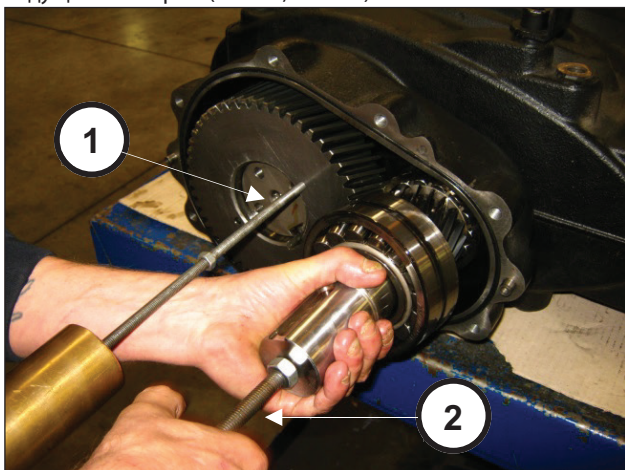

Рис. 12
Чтобы снять узел ведущей и ведомой шестерни, необходимо применить ударные массы к 2 отверстиям М8 ведомой шестерни (поз. ①, Рис. 12) и к отверстию М14 ведущей шестерни (поз. ②, Рис. 12).